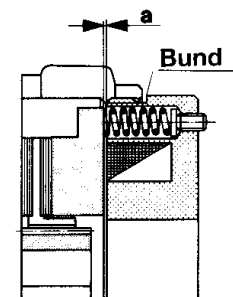
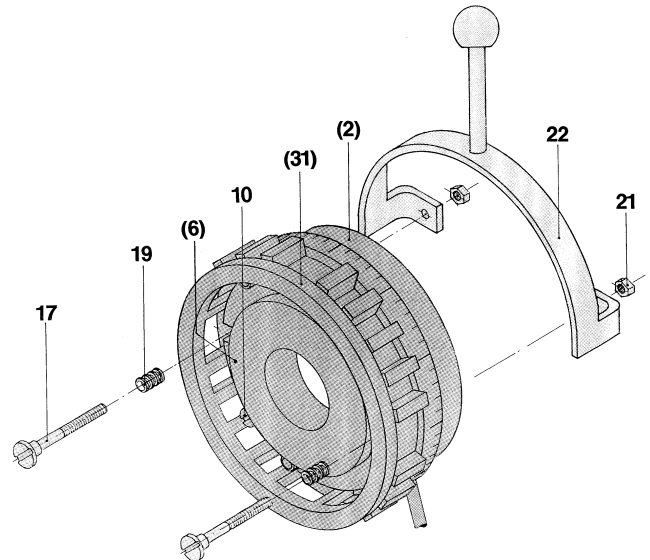

Bild 2
Bild 3
| 10 Ansatzschraube (Bild 3) | 59 Klemmschraube |
- Zahnabe (1) auf Welle montieren und axial sichern. Beschädigung der Verzahnung vermeiden. Die Zahnabe (1) ist so zu montieren, dass die Verzahnung des Rotors (35) auch nach Verschleiß der Reibbeläge (8) vollständig im Eingriff bleibt.
- Rotor (35) von Hand auf die Zahnabe (1) schieben. Rotorbund zeigt in Richtung Bremse. Auf Leichtgängigkeit der Verzahnung achten. **Keine Beschädigung**
- Bremse anschrauben durch mitgelieferte Befestigungsschrauben (13), mit Federringen (28) sichern. Beachten Sie die Schraubenanzugsmomente nach Tabelle 1. Luftspalt "a" kontrollieren. Bild 2. Nennluftspalt "a" nach Tabelle 2 muss vorhanden sein. Die Ansatzschrauben (10) Bild 3 verhindern ein Auseinanderfallen der Einzelteile. Sie beeinträchtigen die Funktion der Bremse nicht und sollten bei der Montage nicht entfernt werden.
Der Arbeitsluftspalt "a" zwischen Verbundanker (6) und Spulenträger (2) wird werkseitig auf das Nennmaß eingestellt, Bild 2. Infolge Abnützung des Rotors (35) vergrößert sich jedoch dieser Luftspalt "a". Durch Verdrehen des Gewindedistanzringes (31) kann der Nennluftspalt wieder hergestellt werden. Die Nachstellung muss spätestens dann erfolgen, wenn der maximal zulässige Arbeitsluftspalt nach Tabelle 2 erreicht ist.
2. Befestigungsschrauben (13) lockern.
3. Klemmschraube (59) und Sicherungsblech (58) lösen.
4. Gewindedistanzring (31) gegen den Uhrzeigersinn verdrehen (Blickrichtung auf Bremsenrückseite). Verdrehen des Distanzringes (31) um 1 Teilstich der eingepprägten Skala entspricht einer Luftspaltnachstellung von 0,05 mm.
5. Befestigungsschrauben (13) anziehen, Anzugsmomente nach Tabelle1 beachten.
6. Klemmschraube (59) anziehen.
Eine Nachstellung kann so oft wiederholt werden, bis der Gewindedistanzring (31) am Bund des Spulenträgers (2) anliegt, Bild 2. Diese Anlage verhindert eine unzulässige Abnützung des Rotors (35). Ist keine Nachstellung mehr möglich, muss der Rotor (35) ausgewechselt werden. Rotordicke im Neuzustand und Dicke nach maximaler Abnützung entnehmen Sie unten stehender Tabelle 2.